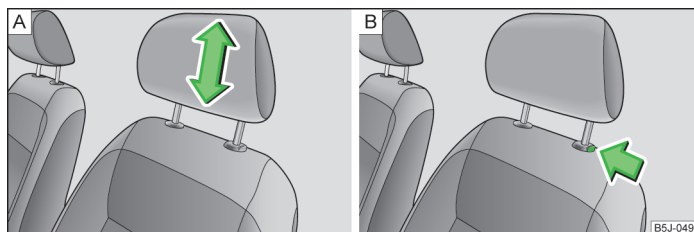

Fig. 42 Tetiera: Reglarea / demontarea
➤ Prindeți tetiera din lateral, cu ambele mâini și mișcați-o în sus, după dorință » fig. 42 - A.
➤ Dacă doriți să împingeți tetiera în jos, trebuie să apăsați tasta de siguranță » fig. 42 - B cu o mână și să o mențineți apăsată, iar cu cealaltă mână să apăsați tetiera în jos.
- Apăsați tasta de siguranță în sensul săgeții » fig. 42 -  și trageți afară tetiera.